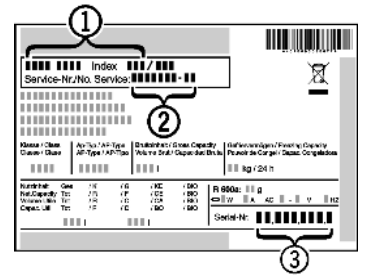

Fig. 20
- Označení přístroje Fig. 20 (1), servisní číslo Fig. 20 (2) a sériové číslo Fig. 20 (3) naleznete na typovém štítku. Identifikační typový štítek je umístěn na levé vnitřní stěně přístroje.